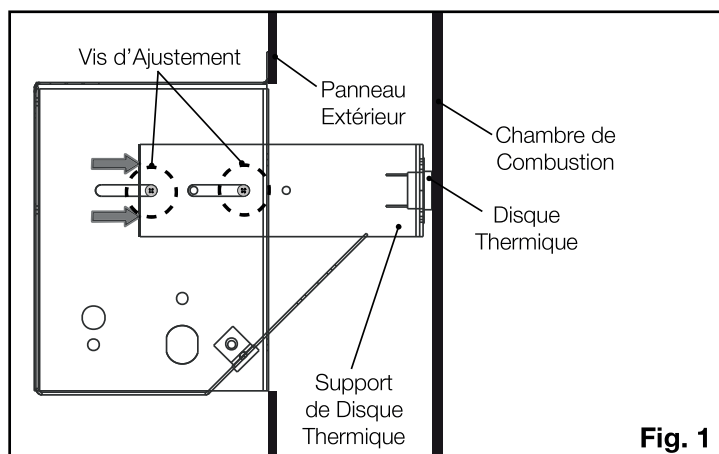

Fig. 1
1. Assurez-vous que le support de disque thermique est en la position correcte (**Fig. 1**).